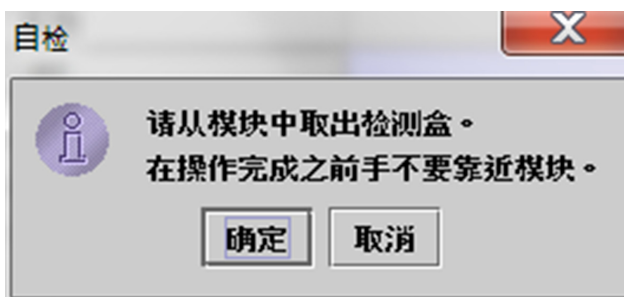

图 9-35. “自检”对话框
5. 单击**自检**。此时会出现“自检”对话框。参见图 9-35。